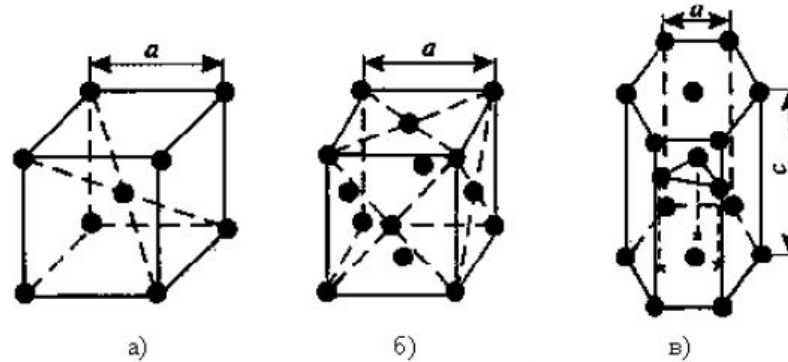

Рис. 2. Основные типы кристаллических решеток: а – объемно-центрированная кубическая; б – гранецентрированная кубическая; в – гексагональная плотноупакованная
1. Объемно - центрированная кубическая (ОЦК) (см. рис. 2а), атомы располагаются в вершинах куба и в его центре (V, W, Ti, Feα)
2. Гранецентрированная кубическая (ГЦК) (см. рис. 2б), атомы располагаются в вершинах куба и по центру каждой из 6 граней (Ag, Au, Feγ)